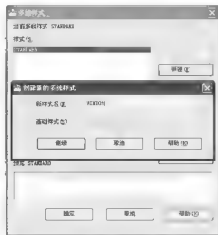

图 2.66 创建新的多线样式
(1) 选择菜单栏中的【格式】|【多线样式】命令,打开【多线样式】对话框。单击【新建】按钮,打开【创建新的多线样式】对话框,如图 2.66 所示。在【新样式名】文本框内输入“WINDOW”,单击【继续】按钮,打开【新建多线样式: WINDOW】对话框。